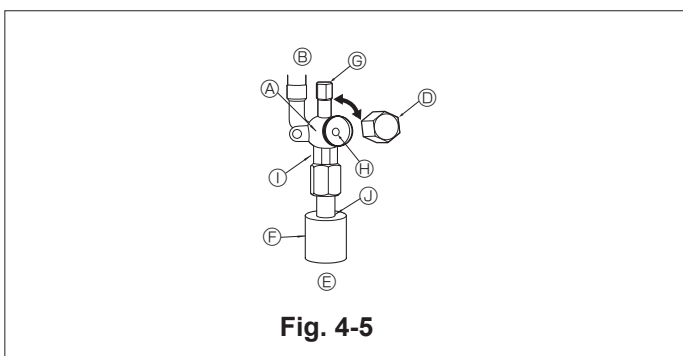

Fig. 4-5
4.5. Comment ouvrir la vanne d'arrêt (Fig. 4-5)
- ① Retirez le bouchon, et tournez la tige de soupape à fond dans le sens antihoraire avec une clé hexagonale de 4 mm, 5/32 pouce. Arrêtez de tourner quand elle frappe la retenue. (ø6,35, 1/4 pouce: env. 4,5 tours) (ø9,52, 3/8 pouce: env. 10 tours)
- ② Vérifier que la vanne d'arrêt est complètement ouverte, appuyer sur la poignée et tourner le capuchon pour le ramener sur sa position d'origine.